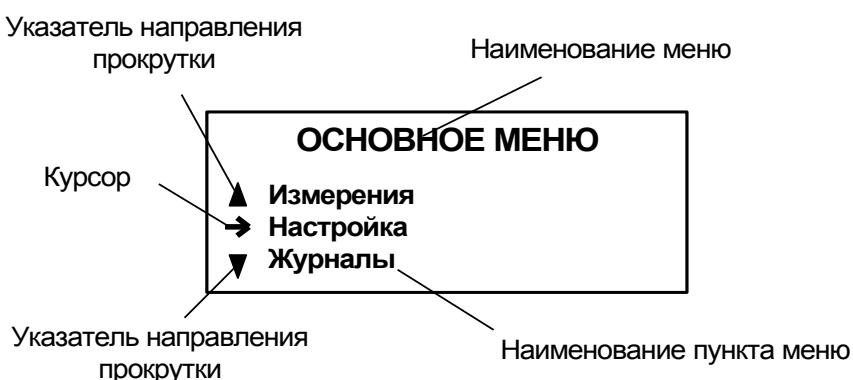

Рис. 1. Вид основного меню.
- 1.3.1.1. Основное меню (рис.1) имеет неизменный состав, кроме меню **ПОВЕРКА**, которое отображается только в режиме **НАСТРОЙКА**. Состав и структура подменю и окон, а также возможности модификации установочных параметров определяются режимом работы расходомера.
1.3.1.3. Индикация на дисплее состоит из наименования меню (окна), располагающегося неподвижно в первой строке дисплея жидкокристаллического индикатора (ЖКИ), и наименований пунктов меню (параметров), которые могут смещаться вверх или вниз (рис.1).
1.3.1.5. Одновременно на дисплее может индицироваться не более 3-х строк (пунктов меню, параметров из списка). Поэтому в начале первой и последней строк пунктов (параметров) могут располагаться указатели направления прокрутки в виде треугольников (рис.1), вершины которых направлены в стороны